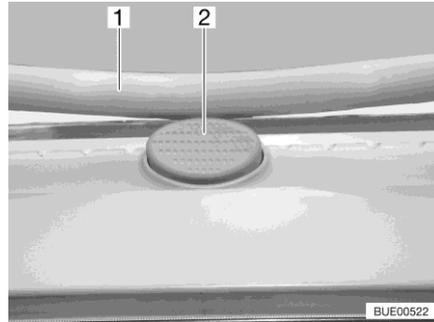

Fig. 51 Botón de seguridad (claraboya Heki)
- Pulsar el botón de seguridad (Fig. 51,2) y tirar el estribo (Fig. 51,1) hacia abajo con ambas manos.
- Presionar el estribo hacia arriba con ambas manos hasta que el estribo se encuentre encima del botón de seguridad (Fig. 51,2).